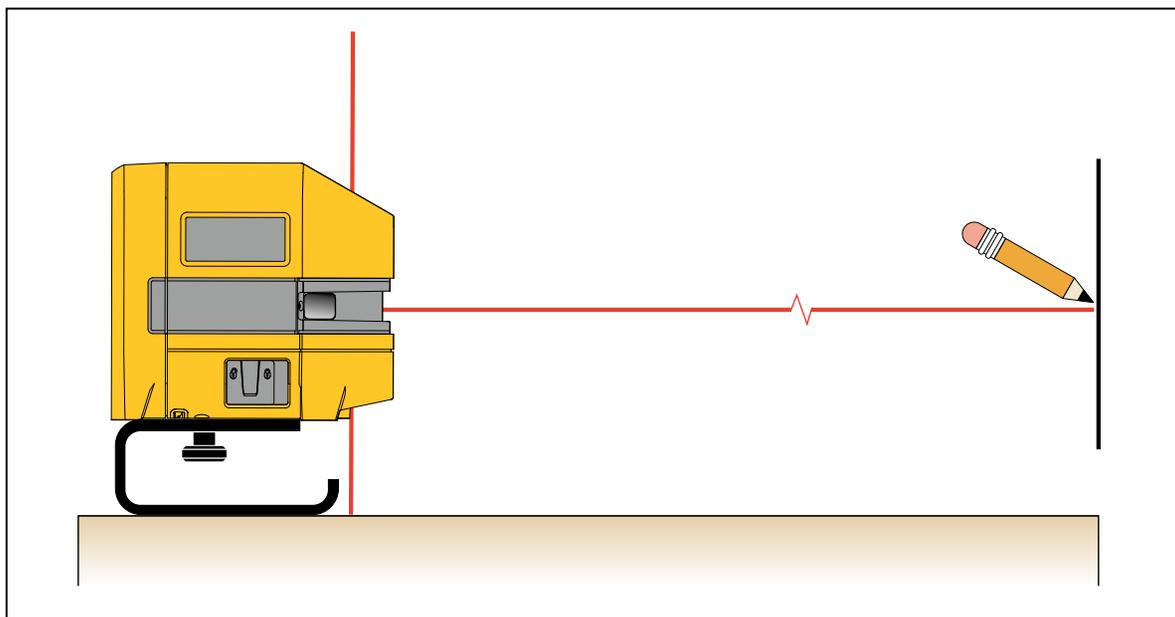

Figura 2. Nuovo allineamento orizzontale o diagonale
2. Accendere il prodotto e puntare il laser frontalmente sull'area del bersaglio. Vedere la Figura 2.